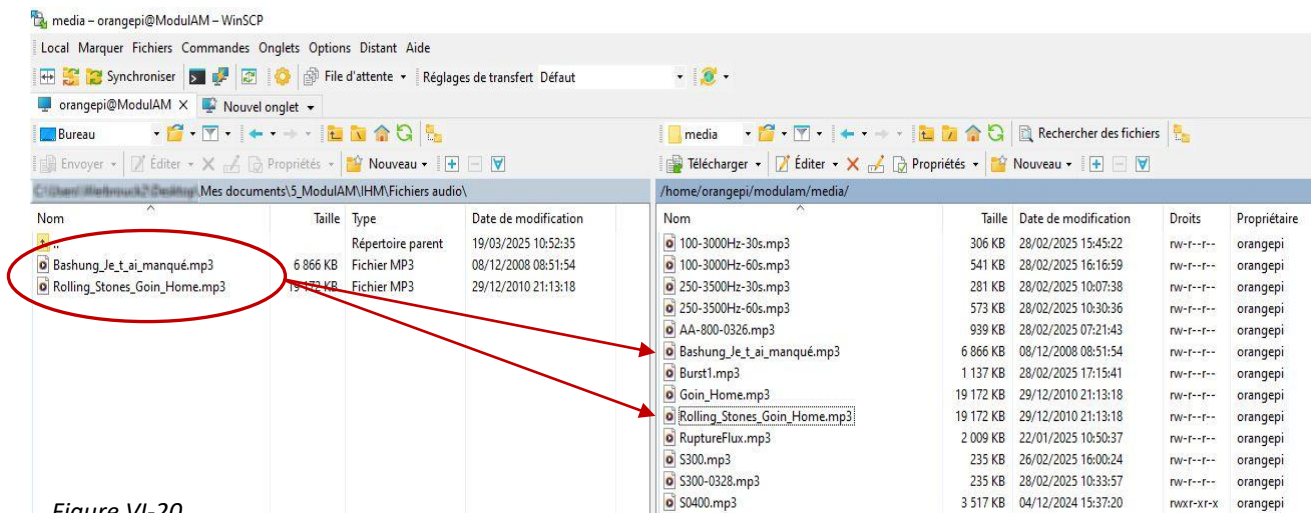

Figure VI-20
- À gauche, on distingue les dossiers de l'ordinateur : il faut alors dérouler l'arborescence (A) jusqu'à la visualisation du ou des fichiers audio que l'on souhaite copier,
- À droite, ce sont les dossiers du **ModulAM** via l'Orange pi Zero ; il faut dérouler l'arborescence (B) jusqu'à atteindre le dossier « media » (C) : **home/orangepi/modulam/media**.
- Ouvrir ce dossier « media » : de nombreux fichiers *.mp3 y sont déjà présents. Ils correspondent pour la plupart aux fichiers des fréquences et séquences de fréquences sinusoïdales enregistrées accessibles pour l'assistance à l'alignement des récepteurs (figure VI-20).